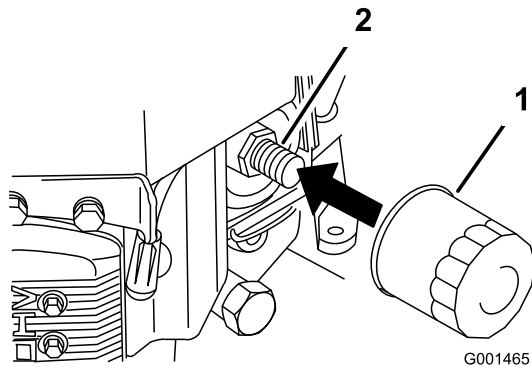

Figura 28
2. Retire o filtro antigo (Figura 28).
3. Aplique uma camada fina do novo óleo na junta de borracha do filtro de substituição (Figura 28).
4. Instale o filtro do óleo de substituição no adaptador do filtro, rode o filtro do óleo no sentido dos ponteiros do relógio até a junta de borracha tocar no adaptador do filtro; depois, aperte o filtro mais 3/4 de volta (Figura 28).